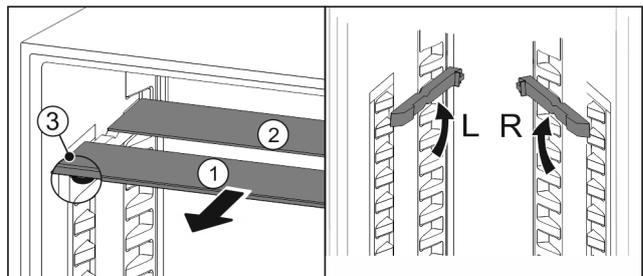

Fig. 24
- Sortir les tablettes par l'avant Fig. 24 (1).
- ▷ La tablette en verre Fig. 24 (1) avec bordure décorative est située à l'avant.
- ▷ Les butées Fig. 24 (3) sont orientées vers le bas.